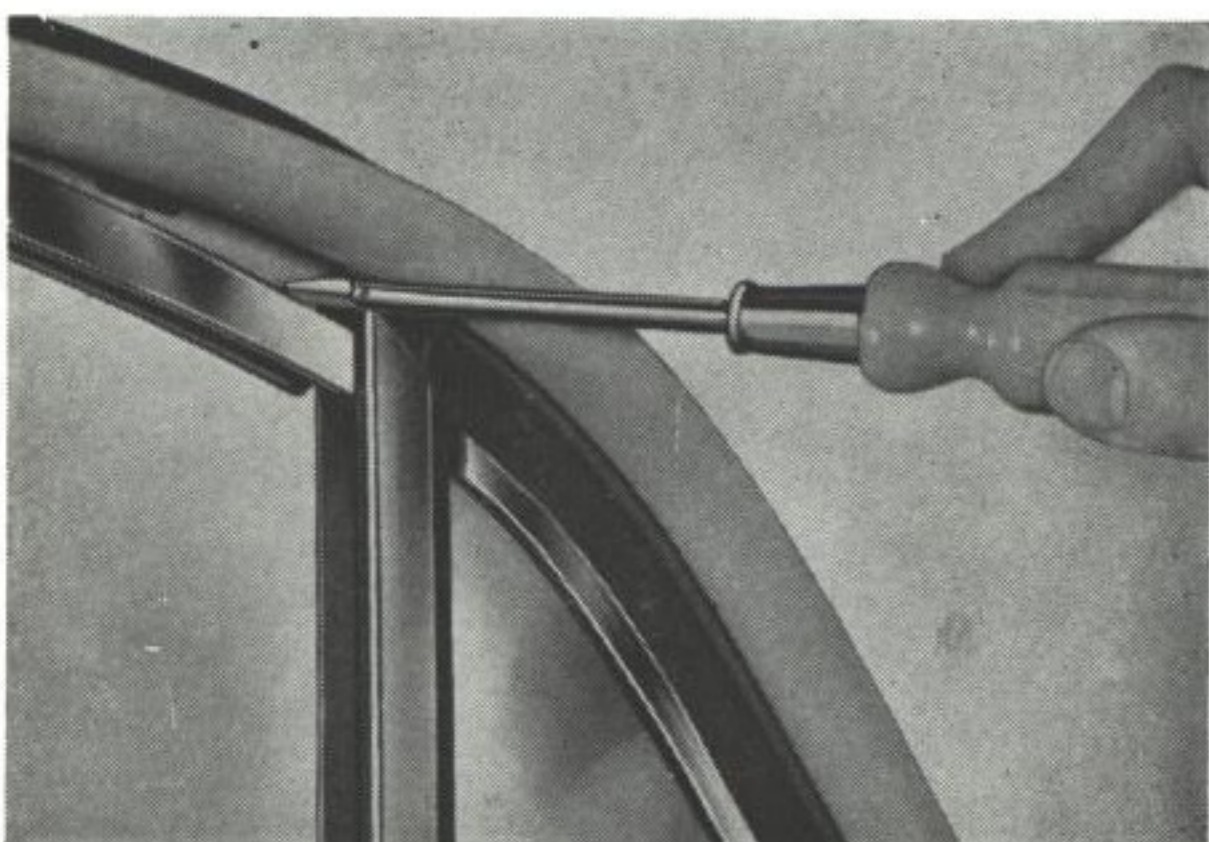

Bild 33. Övre styrlist lossas
4. Lossa den övre styrlisten med en mejsel, bild 33.